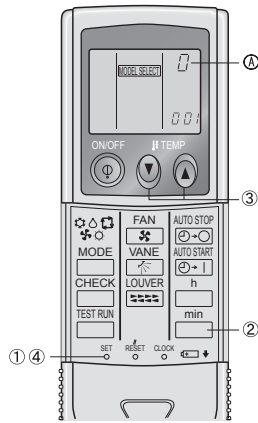

Fig. 6-7
6) การเซตหมายเลขสำหรับคู่ออร์รีโมทคอนโทรลแบบไร้สาย (Fig. 6-7)
- ① กดปุ่ม SET ด้วยวัสดุที่มีปลายแหลม